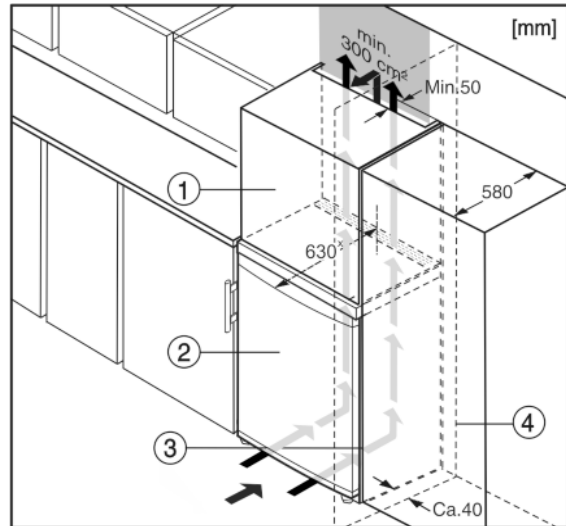

Fig. 10
Уредът може да е обграден с кухненски шкафове. За да изравните височината на уреда Fig. 10 (2) с височината на вградената кухня, над уреда може да се постави шкаф-пристройка Fig. 10 (1).
При вграждане с кухненски шкафове (дълбочина макс. 580 mm), уредът може да се постави директно до кухненския шкаф Fig. 10 (3). От страни уредът е издаден на 34 mmx, а в средата на уреда - на 50 mmx спрямо предната страна на кухненския шкаф.
Когато уредът се постави с шарнири близо до стена Fig. 10 (4), разстоянието между уреда и стената трябва да бъде поне 40 mm. Това е разстоянието, на което дръжките излизат напред при отворена врата.